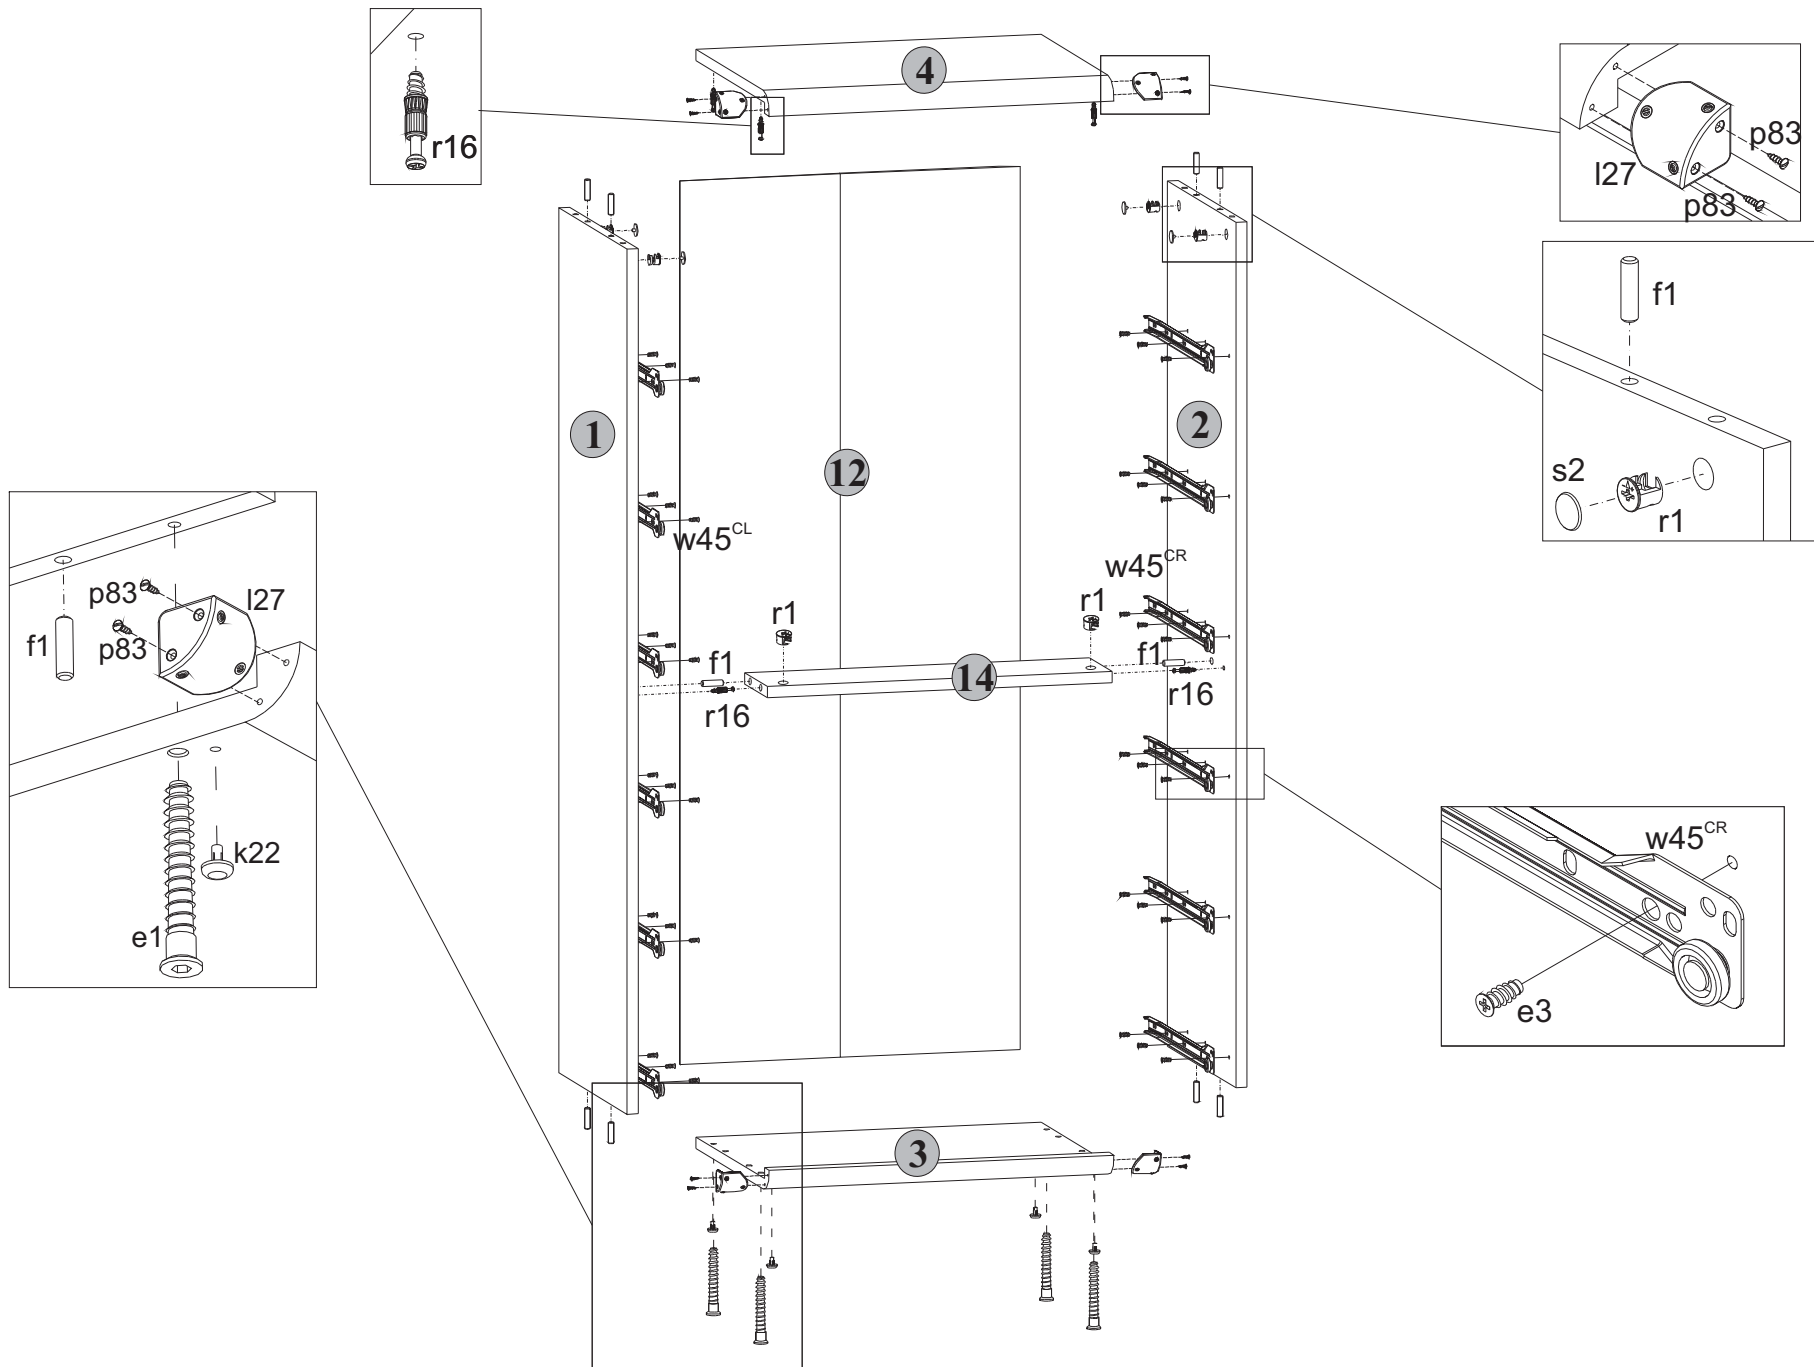

Рис. 2
5.4 На внутренних поверхностях стенок боковых **1, 2** и цоколя **14** в отверстия диаметром **15 мм** вставить стяжки эксцентриковые **r1** (**см.рис. 2**).
5.5 В отверстия диаметром **5 мм** на нижней поверхности щита верхнего **4**, стенках боковых левой, правой **1** и **2** вкрутить винты стяжки **r16**, пользуясь крестообразной отверткой (**см.рис. 2**).
5.6 В отверстия диаметром **4,5 мм** на нижней поверхности щита нижнего **3** вставить опоры полимерные **k22** (подпятники) (**см.рис. 2**).
5.8 К стенкам боковым **1** и **2** присоединить щит нижний **3** и стянуть еврошурупами **e1**, пользуясь специальным ключом **z1** из комплекта фурнитуры (**см.рис. 2**).
5.2 В отверстия диаметром **8 мм** на верхних и нижних кромках стенок боковых **1** и **2**, а также в боковые кромки цоколя **14** вбить деревянные шканты **f1** (**см.рис. 2**).